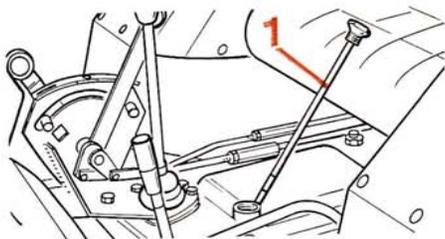

Fig. 51
Faire le plein à l'aide de 17,70 litres d'huile MOBILUBE HD 80-90 par l'orifice de la jauge (1) fig. 51.